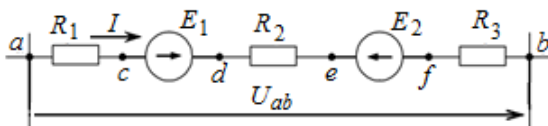

Рисунок 1.5 – Вітка з джерелами живлення
- для вітки, яка в своєму складі має джерела *ЕРС* (Рис.1.5) закон Ома набуває вигляду формули (1.2).